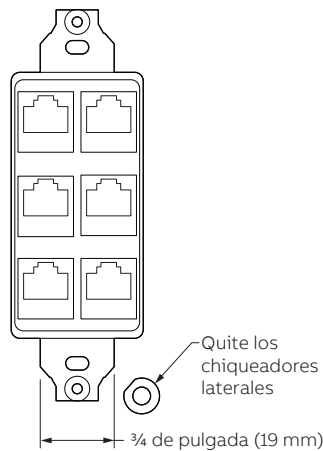

Figura 17
- 7.2 Quite todas las orejas de montaje laterales de la placa de montaje para conector (jack) de datos y recorte las correas de montaje a 3/4" de ancho. (Vea la Figura 17).